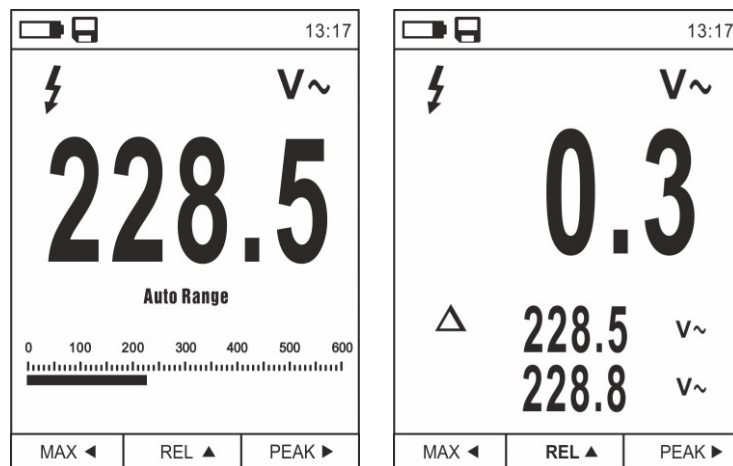

Abb. 8: Relative Messung
1. Drücken Sie die Taste **REL ▲**, um in den relativen Messmodus einzutreten (siehe Abb. 8 – rechter Teil). Das Gerät stellt das Display auf Null und speichert den angegebenen Wert als Bezugswert. Alle folgenden Messungen werden auf diesen Wert bezogen. Das Symbol "Δ" erscheint im Display. Die Funktionen "MAX/MIN" und "PEAK" sind in diesem Betriebsmodus nicht aktiv.